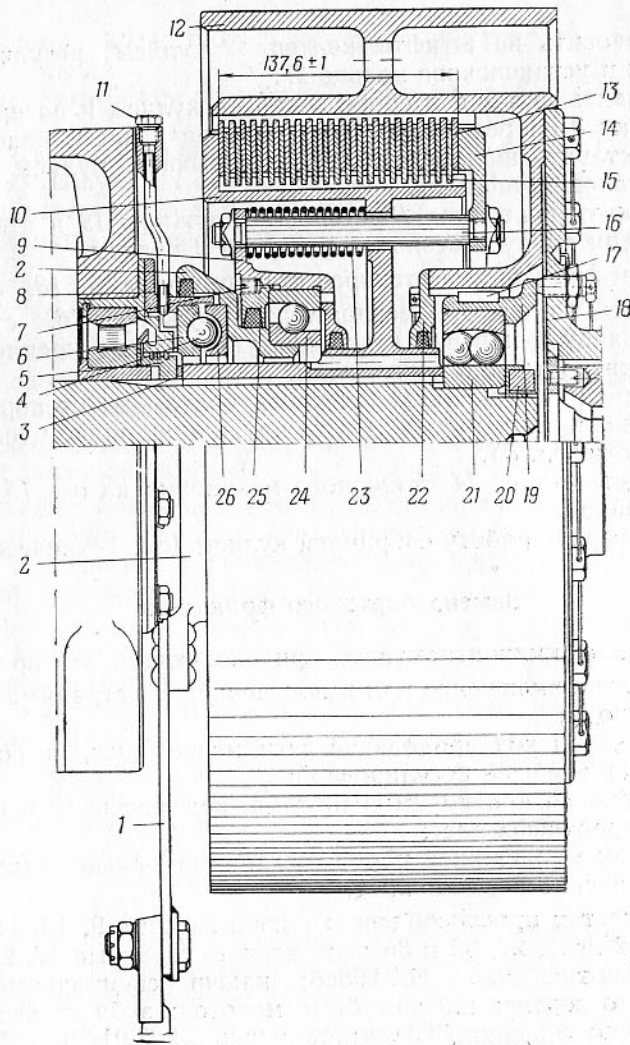
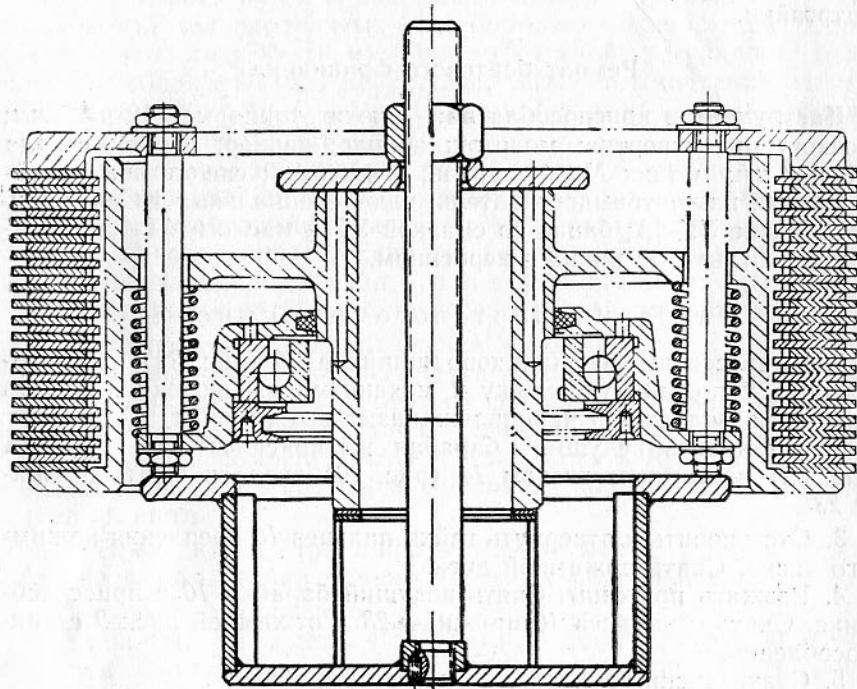

Рис. 29. Бортовой фрикцион (разрез):
Рис. 32. Установка приспособления УК-9А для сжатия пружин бортового фрикциона
3. Отстопорить и отвернуть гайку 20 (рис. 29) крепления бортового фрикциона. Установить приспособление УК-2А и спрессо-
6. Застопорить гайку 20 (рис. 29) крепления бортового фрикциона на главном валу коробки передач стопорной шайбой (см. Технические условия, п. в).
1. Выпрессовать из шарикоподшипника 24 (рис. 29) отжимного диска 9 подвижную чашку 2 механизма выключения. Вынуть сальник из подвижной чашки механизма выключения.
2. Установить ведущий барабан на приспособление УК-9А (рис. 32) нажимным диском 14 (рис. 29) вверх и сжать пружины 23.